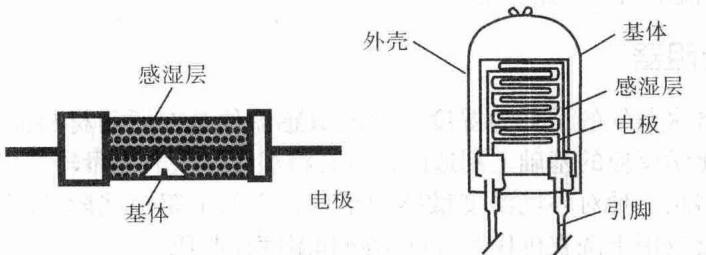

图 1-19 涂覆膜型陶瓷湿敏电阻器的结构
1. 陶瓷湿敏电阻器 图 1-19 所示为涂覆膜型陶瓷湿敏电阻器的两种常用结构形式，一般由基体、电极感湿层和加热电极三部分组成，图中未画出加热电极。